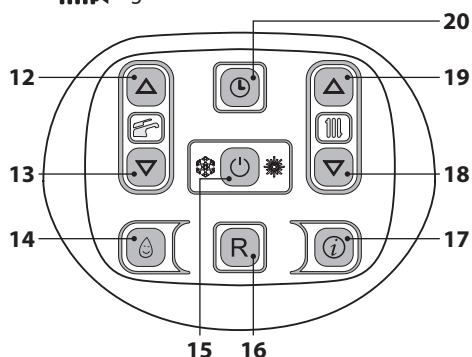

Figura 2.5
Entrare in "modalità programmazione" tenendo premuto per 5 secondi il tasto 20 (Figura 2.5) fino a far apparire sul display il simbolo ⌚.
Agendo sui tasti 18 (diminuzione) e 19 (aumento) Figura 2.5 è possibile impostare i valori di ora, giorno e data, agendo sui tasti 12 e 13 è possibile passare da un parametro all'altro.
- Tenere premuto per 2 secondi il tasto 15 fino a far apparire sul display entrambe i simboli  e  Figura 2.5.